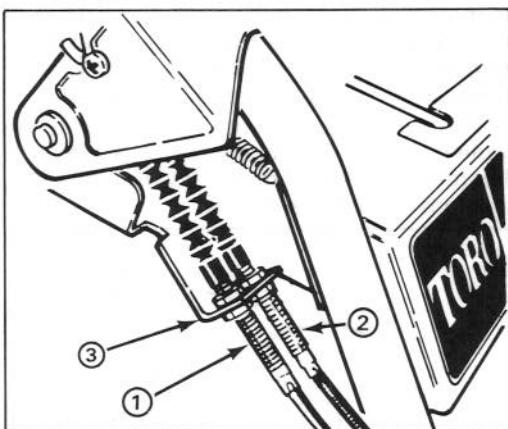

Figure 22
RÉGLAGE DE LA COURROIE D'ENTRAÎNEMENT DE TARIÈRE/ROUE HÉLICE (fig. 22 et 23)
3. Desserrez le contre-écrou supérieur fixant le câble de la tarière/roue hélice au support de fixation (fig. 22).
RÉGLAGE DE LA COURROIE D'ENTRAÎNEMENT DE TRACTION (fig. 22)
8. Desserrez les contre-écrous qui tiennent le câble de commande (correspondant à la courroie à remplacer) au support (fig. 22). Le câble